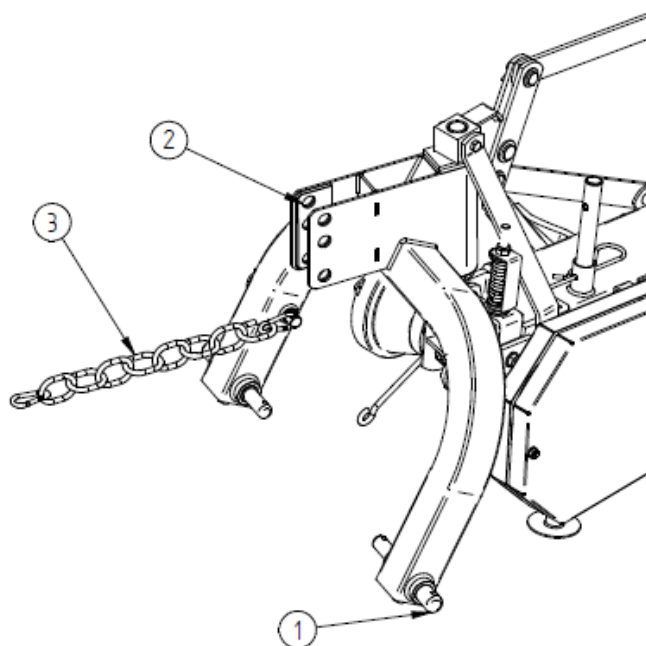

Abbildung 9 Anschluss - Montage des Mähwerks
1. (Abb.9 Pos.1) Die unteren Zugstangen auf die Bolzen des Hauptträgers anbringen (zuerst die linke Seite, dann die rechte Seite) und mit den Stiften verriegeln.
2. Den Aufsatz des oberen Bindegliedes zwischen den Verbindungsplatten durch die Löcher (Abb.9 Pos.2) hineinstecken, dann mit dem Bolzen verbinden und mit dem Stift verriegeln.